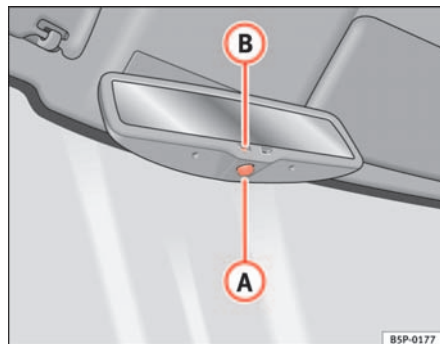

Fig. 66 Rétroviseur intérieur avec réglage automatique de position anti-éblouissement.
- Appuyez sur la touche **A** ⇒ fig. 66. Le témoin **B** s'éteint.
- Appuyez sur la touche **A** ⇒ fig. 66. Le témoin s'allume.